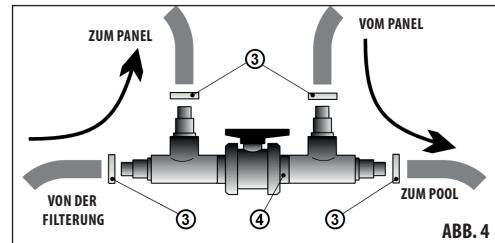

ABB. 4
2) Verbinden Sie manuellen Bypass (4), falls vorhanden, mit den Schlauchdornen des Panels. Die Verbindung herstellen Sie mittels Schläuche und Schlauchschenlen (3) - siehe ABB. 4.
5) Den Ausgangsschlauch der Filterung verbinden Sie mit dem Schlauchdorn auf einer Seite des manuellen Bypasses (4).
6) Mit einem neuen Schlauch verbinden Sie den restlichen Schlauchdorn des manuellen Bypasses (4) mit der Rückseite des Pools.
7) Kontrollieren Sie den Schlauchanschluss und ziehen Sie die Schlauchschenlen (3) nach.